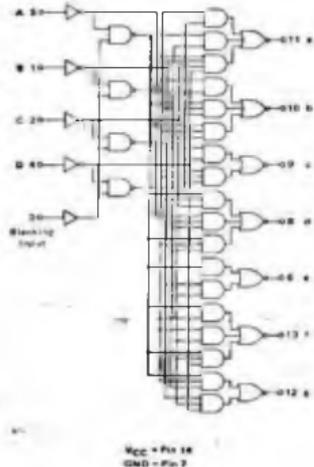

Figura 65
Este circuito integrado é similar ao 7448, só que um pouco mais simplificado, pois não permite a função "blinking input" (BI), com isto, o seu encapsulamento é de 14 (figura 65) pinos ao contrário do anterior que era de 16. Quando não se quiser realizar o controle de luminosidade do display, a entrada BI (pino 3) deverá ser deixada aberta ou levada ao " + " através de um resistor de alguns K.